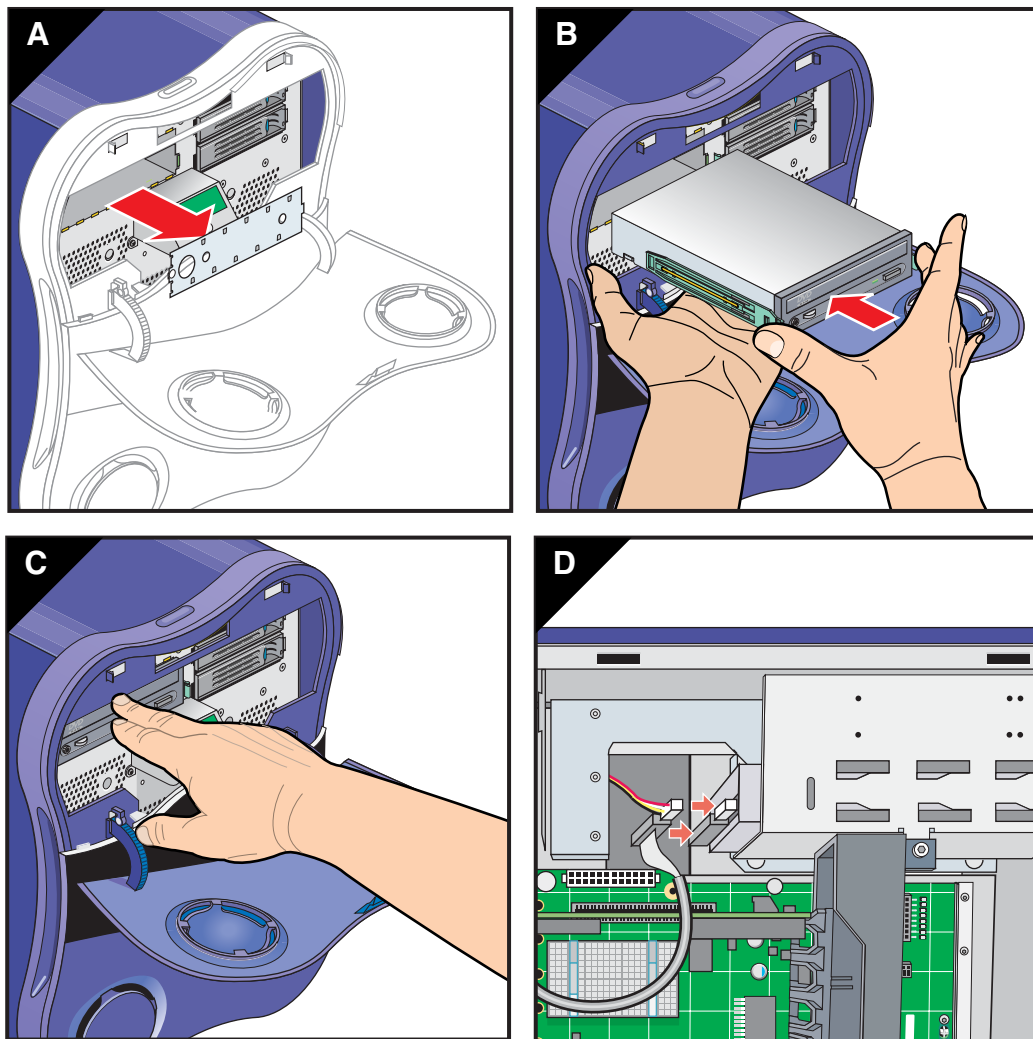

図 3-14 DVD-ROM ドライブの取付け
3. ドライブ・レールをドライブ・ケージの側面のスロットに合わせ、カチッと音がして固定されるまでドライブをドライブ・ケージの中にスライドさせます (図 3-14 を参照)。
4. 以下のとおりに IDE ケーブルを接続します (図 3-14 を参照)。
5. ドライブの背面に電源ケーブルを接続します (図 3-14 を参照)。